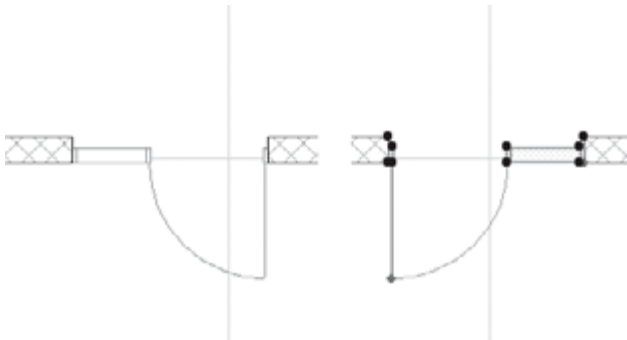

Рис. 8.5. Зеркальное отражение двери
3. Укажите точку, через которую проходит ось отражения. Операция завершена (рис. 8.5).